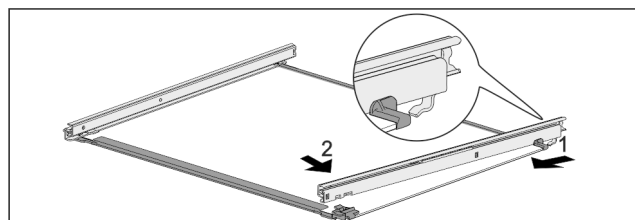

Fig. 140 Glasplatte mit Schienen
- Schiene hinten einhaken. Fig. 140 (1)
- Schiene vorne einrasten. Fig. 140 (2)